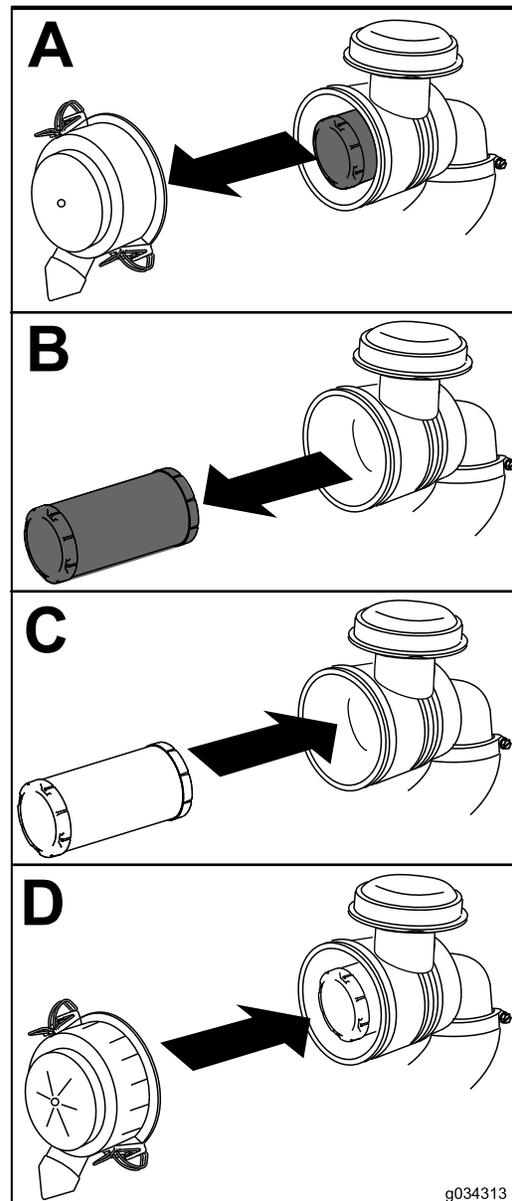

Рисунок 36
1. Осторожно извлеките воздушный фильтр из корпуса воздухоочистителя (Рисунок 36).
4. Установите крышку воздухоочистителя таким образом, чтобы сторона с обозначением «UP» (ВВЕРХ), была обращена вверх, и закройте защелки (Рисунок 36).